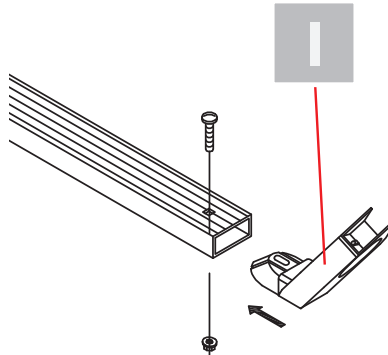

Bild 5: Speisesystemaufnahme befestigen
1. Schieben Sie die mitgelieferte Speisesystemaufnahme [!] in die Öffnung am unteren Ende des Tragarms und verschrauben Sie beide Teile miteinander, so wie es in Bild 5 zu sehen ist.